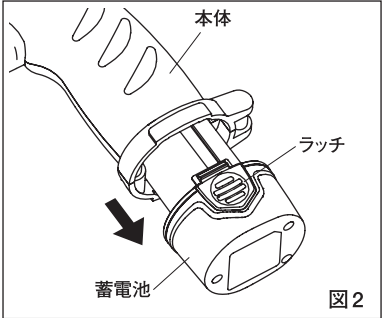

図2
(1) 充電
① 蓄電池のラッチ部を押しながら蓄電池を本体から取外します。(図2)